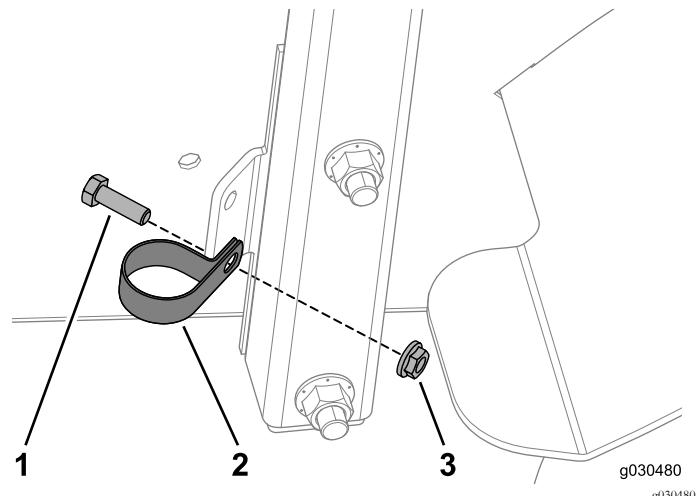

Figure 44
1. Fixez 1 collier en R au support auxiliaire sur le côté droit de la machine à l'aide du boulon (5/16 x 3/4 po) et de l'écrou à embase (Figure 44).